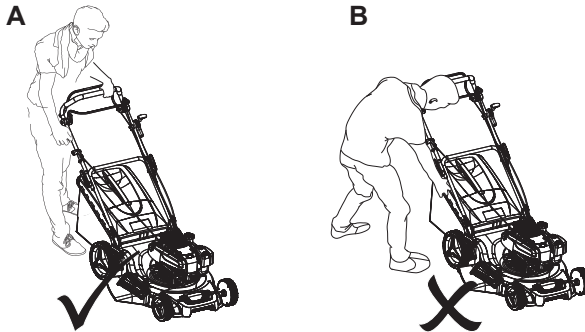

Fig. 25
Avertissement ! La position de démarrage doit être conforme au manuel d'instructions. La Fig. 25 A illustre la position de démarrage correcte. L'opérateur doit démarrer le moteur en se plaçant derrière la poignée supérieure (1). Ne pas démarrer le moteur en se tenant sur le côté du produit, comme illustré sur la Fig. 25 B.